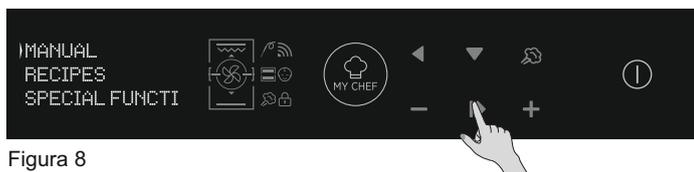

Figura 8
- Premere il pulsante OK quando la freccia sul display è su MANUALE per impostare una cottura in 3 semplici passi. (Figura 8)